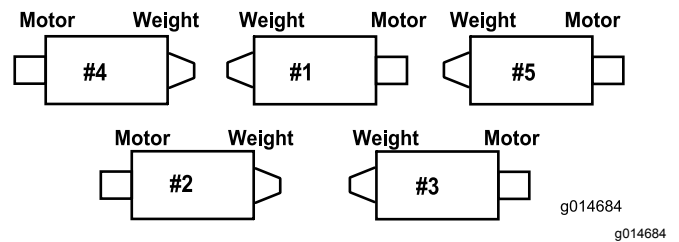

**Figura 6**
- C. Monte el perno del tubo del muelle a la otra pestaña del bastidor de tiro y fíjelo con la tuerca con arandela prensada. La cabeza del perno debe colocarse en el exterior de la pestaña, según se muestra en Figura 6.
D. Monte el soporte de la varilla en las pestañas de la unidad de corte con los pernos de cuello cuadrado y las tuercas (Figura 6).